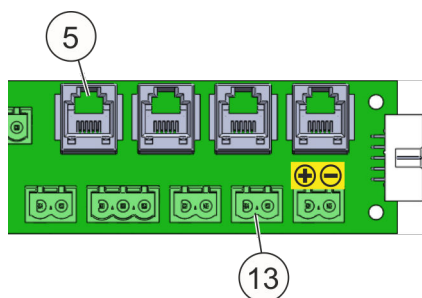
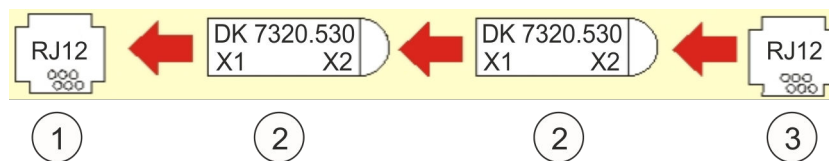

Fig. 41: Attacchi per contactore anta
Fig. 42: Schema d'installazione del contattore anta "Connettore RJ12" (sensore di accesso)
L'ingresso del contatto anta "5" (Fig. 41/5) è progettato per il tipo interruttore Rittal 7320.530 (Fig. 43/2 o 3). Collegare il contattore anta della versione "Connettore RJ12" nell'ingresso del contatto anta "5". Eseguire il collegamento secondo Fig. 42 e Fig. 43.
- 1 Ingresso contatto anta "5" (Fig. 41/5)
Se è utilizzato l'interruttore "Rittal 7320.530", la resistenza terminale premontata (Fig. 41/13) deve essere rimossa.